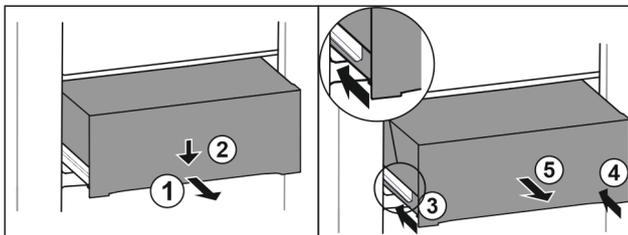

Fig. 99
- ▶ Schubfach halb herausziehen. Fig. 99 (1)
- ▶ Schubfach an der Vorderseite nach unten drücken. Fig. 99 (2)
- ▶ Linke Schiene etwa 2 cm einschieben. Fig. 99 (3)
- ▶ Rechte Schiene etwa 2 cm einschieben. Fig. 99 (4)
- ▶ Schubfach nach vorne entnehmen. Fig. 99 (5)